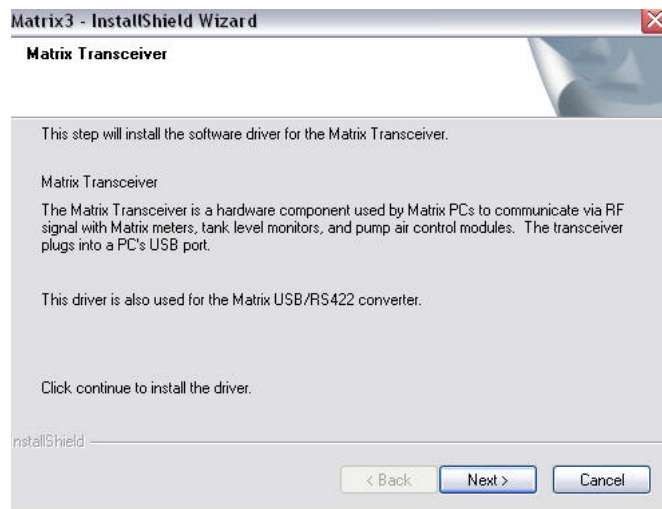

FIG. 9
11. Le système configure la base de données de Matrix. Lorsque l'écran Émetteur-récepteur de Matrix (MatrixTransceiver) indiqué à la FIG. 9 est affiché, cliquez sur NEXT pour lancer l'installation du pilote de l'émetteur-récepteur.